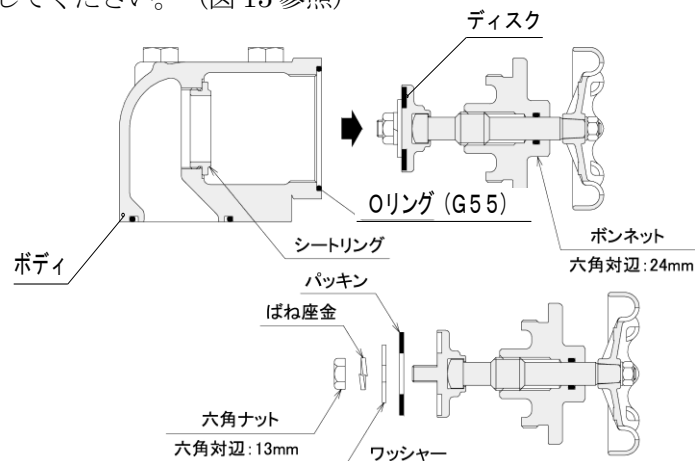

図 15. 排水弁詳細図
④ボンネット（六角対辺：24 mm）を外してください。（図 15 参照）
⑤ディスクを分解してください。（図 15 参照）
⑦ディスクを組み立ててください。（図 15 参照）
⑧ボンネットをボディに組み付けてください。このとき、O リングを新品に交換してください。